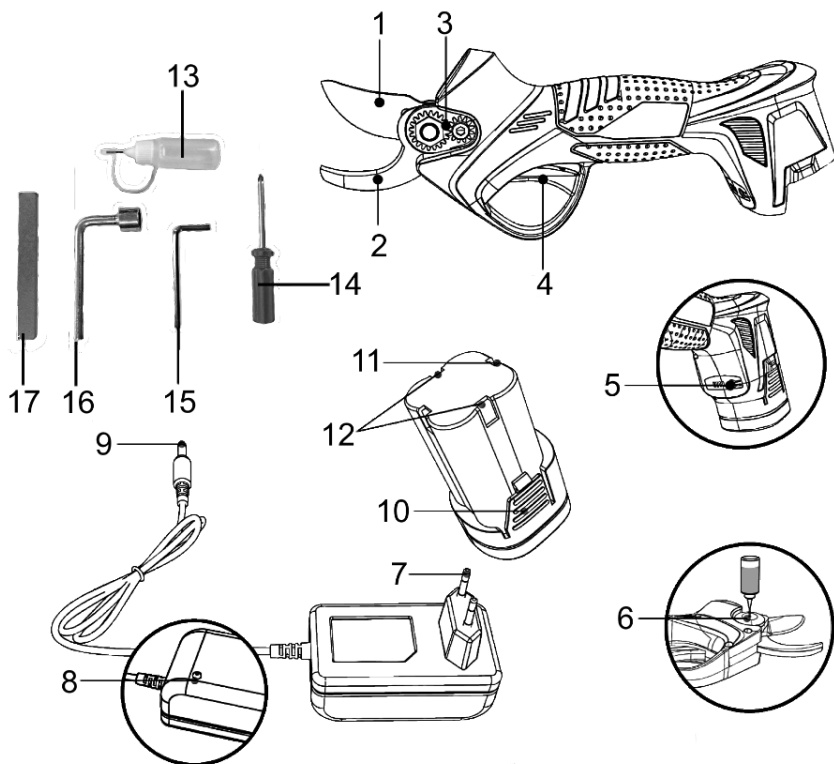

Рисунок 1
Щоб від'єднати акумуляторну батарею, натисніть та утримуйте одночасно дві кнопки фіксації (10, рисунок 1) (друга кнопка знаходиться на протилежному боці батареї), а потім витягніть саму батарею.
Виріб має три світлодіодні індикатори на нижній частині біля кнопки активації системи електроживлення (5, рисунки 1 і 3). Вони відповідно позначають три положення максимального відкриття рухомого різального леза (1, рисунок 1) відносно нерухомого різального леза (2, рисунок 1) для забезпечення ефективних робочих показників.
- під'єднайте зарядний пристрій (7, рисунок 1) до електромережі з напругою 230 В. При цьому індикатор зарядного пристрою (8, рисунок 1) почне світитись зеленим кольором;
- вставте штекер зарядного пристрою (9, рисунок 1) у контактне гніздо акумуляторної батареї (11, рисунок 1). При цьому індикатор зарядного пристрою (8, рисунок 1) почне світитись червоним кольором – це означає, що почався (триває) процес заряджання;
4.1 Після необхідної кількості натискань на кнопку активації системи електроживлення (5, рисунок 1) для увімкнення виробу та встановлення бажаного розміру розкриття різальних лез, двічі швидко натисніть і відпустіть пускову клавішу (4, рисунок 1) – буде чути звуковий сигнал, який означатиме, що виріб активовано та він готовий до роботи: щоб зробити різ натисніть на пускову клавішу і відпустіть її.
- відшліфуйте різальні країки лез точильним каменем (17, рисунок 1) під потрібним кутом.
- натисніть і утримуйте пускову кнопку (4, рисунок 1) не менше трьох секунд, поки рухоме лезо повністю не закриється, при цьому буде чути звуковий сигнал. Потім відпустіть кнопку – лезо залишиться зафіксованим у безпечному закритому положенні;